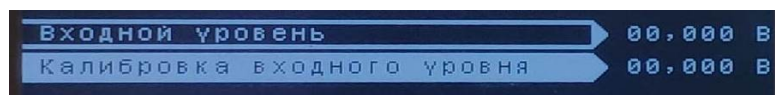

Рисунок 16 – Параметры измерителя
2.2. «Параметры измерителя» - подраздел предназначен для калибровки измерителя входного уровня сигнала (см. рисунок 16). В строке «Калибровка входного уровня» указывается уровень поданного эталонного сигнала на вход ЛФ. В результате калибровки значение строки «Входной уровень», расположенной выше, должно соответствовать эталонному сигналу на входе ЛФ.